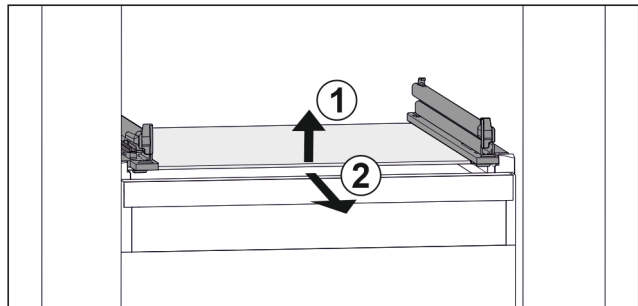

Fig. 174 Beispielhafte Darstellung der Glasplatte
- ▶ Glasplatte vorne anheben. Fig. 174 (1)
- ▶ Glasplatte nach vorne entnehmen. Fig. 174 (2)